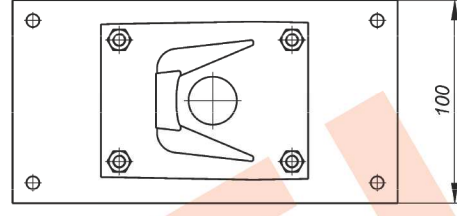

Рис.3 Монтаж кронштейна КС-1 на опору (круглую или квадратную)
1. Кронштейн КС-1 для крепления IP-видеокamеры ТВК-92 IP на опоры  $\varnothing$ ;  $\square = 115\pm 135$ мм (другой размер - под заказ). Монтаж кронштейна см. рис.3;